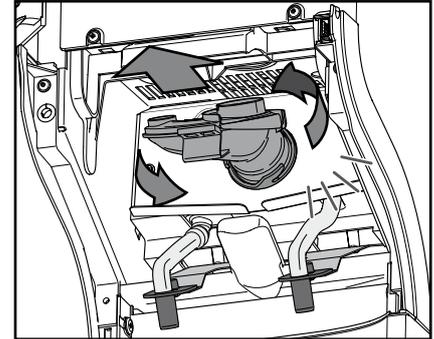

Abb. 38
- d. Drehen Sie die Mischkammer gegen den Uhrzeigersinn, um sie zu entriegeln, und entfernen Sie sie zusammen mit dem Dichtungsring. (Abb. 38)